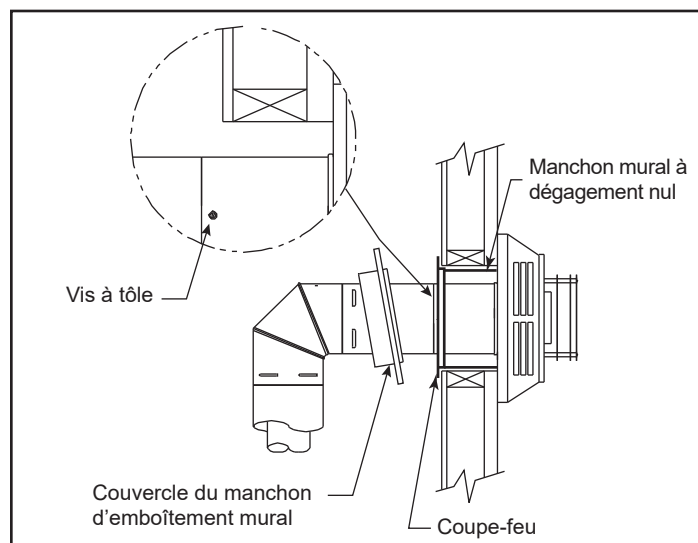

Figure 3.30
Étape 5 – Faites glisser l'appareil et l'assemblage de conduit de ventilation vers le mur, en insérant avec précaution la section de conduit dans l'assemblage de chapeau. Il est important que la section de conduit pénètre dans l'arrière du chapeau de conduit avec un chevauchement minimal de 32 mm (1-1/4 po). Utilisez les deux (2) vis à tôle fournies pour attacher la section de conduit à l'arrière du chapeau de chapeau de conduit. Le couvercle du manchon d'emboîtement mural couvrira les têtes de vis (figure 3.30).